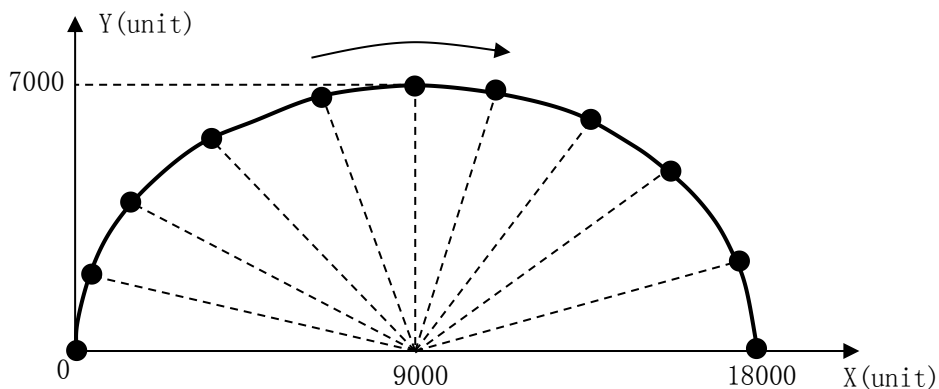

图 6.43 上半椭圆轨迹和分段
如图 6.43 所示，要控制运动平台按椭圆轨迹运动，但 EMC-E5000 控制器中并没有提供椭圆插补函数，用户可以使用 PVT 函数自己设计该轨迹。
1、将该轨迹分成圆弧角相等的十段轨迹，如图 6.43 所示；计算各点坐标值，即得 P 值。程序如下：